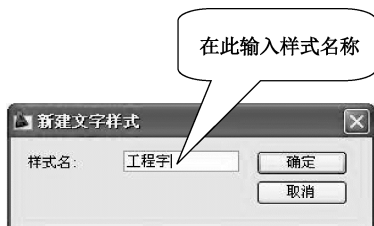

图 4-2 “新建文字样式”对话框
(1) 在“文字样式”对话框中单击“新建”按钮，弹出“新建文件样式”对话框。
(2) 在“样式名”文本框中输入“工程字”，如图 4-2 所示。
(3) 单击“确定”按钮，返回到主对话框。